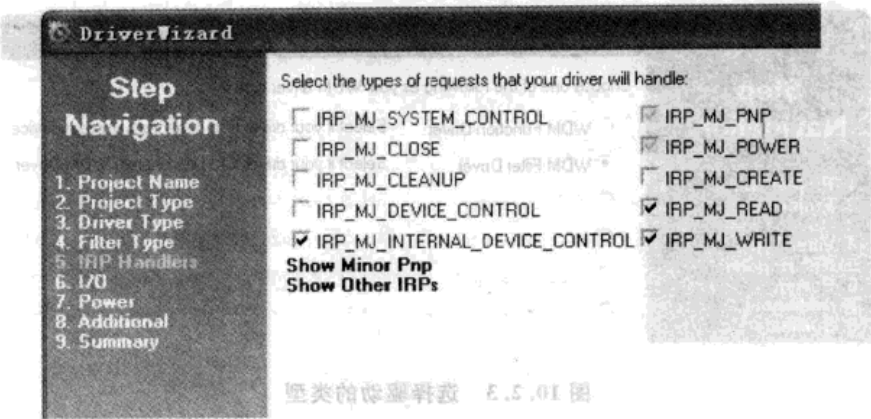

图 10.2.5 选择要过滤的 IRP
(5)选择要过滤的 IRP。这里将 IRP\_MJ\_INTERNAL\_DEVICE\_CONTROL、IRP\_MJ\_READ、IRP\_MJ\_WRITE 三个勾选上,如图 10.2.5 所示。获取报告描述符以及读、写数据就是通过 IRP\_MJ\_INTERNAL\_DEVICE\_CONTROL 请求实现的,在这个请求完成时,修改返回的数据即可修改报告描述符和读取到的报告数据。